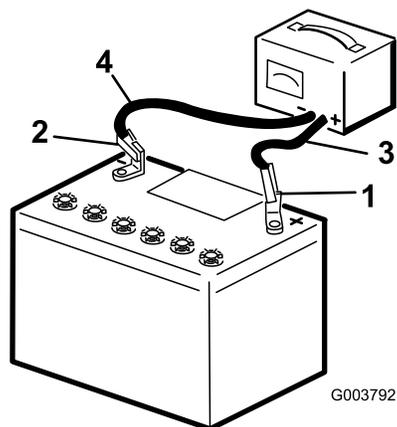

Рисунок 62
2. Заряжайте аккумуляторную батарею током от 3 до 4 А в течение 4 – 8 часов (Рисунок 62). Не допускайте избыточного заряда аккумулятора.
- После полной зарядки аккумулятора отсоедините зарядное устройство от электророзетки, а затем отсоедините провода зарядного устройства от штырей аккумулятора (Рисунок 62).